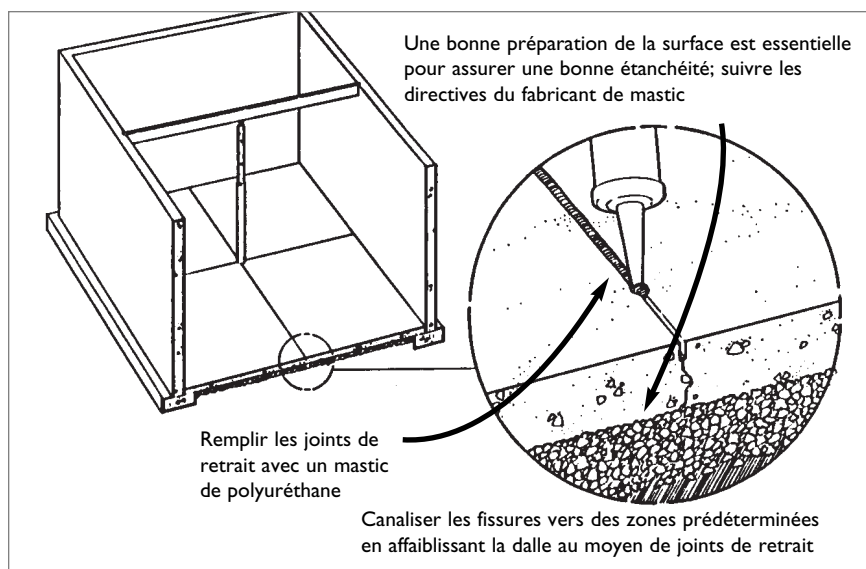

Figure 15 : Joints de retrait pour les nouvelles dalles de plancher en béton
- Ménager des joints de retrait dans la dalle de plancher en béton. Comme l'apparition de quelques fissures est quasi inévitable, l'entrepreneur peut favoriser la fissuration de zones précises qui seront faciles à calfeutrer avec du mastic de polyuréthane (voir la Figure 15). On peut créer des joints de retrait en utilisant l'une des méthodes suivantes :